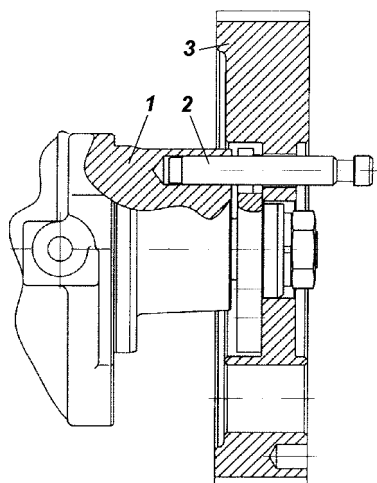

Рис. 4.76. Шкив ТНВД, зафиксированный штифтом:
6. Проверить установкой штифта-центриатора ТНВД совпадение паза ступицы ТНВД с отверстием в корпусе ТНВД (рис. 4.76). Штифт должен входить свободно.
7.5. Проверить установкой штифта-центриатора ТНВД совпадение паза ступицы ТНВД с отверстием в корпусе ТНВД (см. рис. 4.76). Штифт должен входить свободно. Если штифт не входит в отверстие корпуса или входит с усилием ослабить болты крепления ТНВД к передней опоре и повторить действия, начиная с п. 7.2.